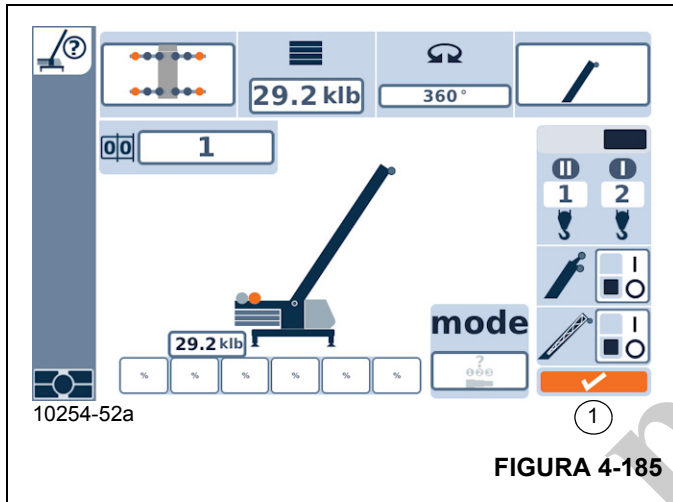

FIGURA 4-185
- Seleccione el símbolo (1, Figura 4-185).